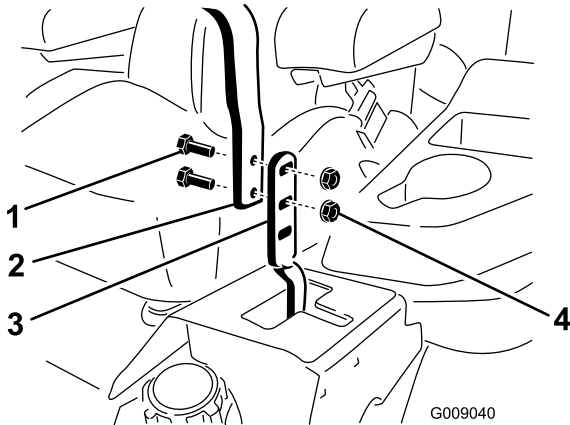

Figura 80
3. Afloje los pernos y las tuercas con arandela prensada de las palancas (Figura 80).